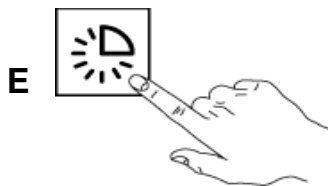

Abb. 29
- 4- Drücken Sie den KNOFF "E" - Waschzyklus starten. Die Kontrolllampe "F" leuchtet auf. (Abb. 29)